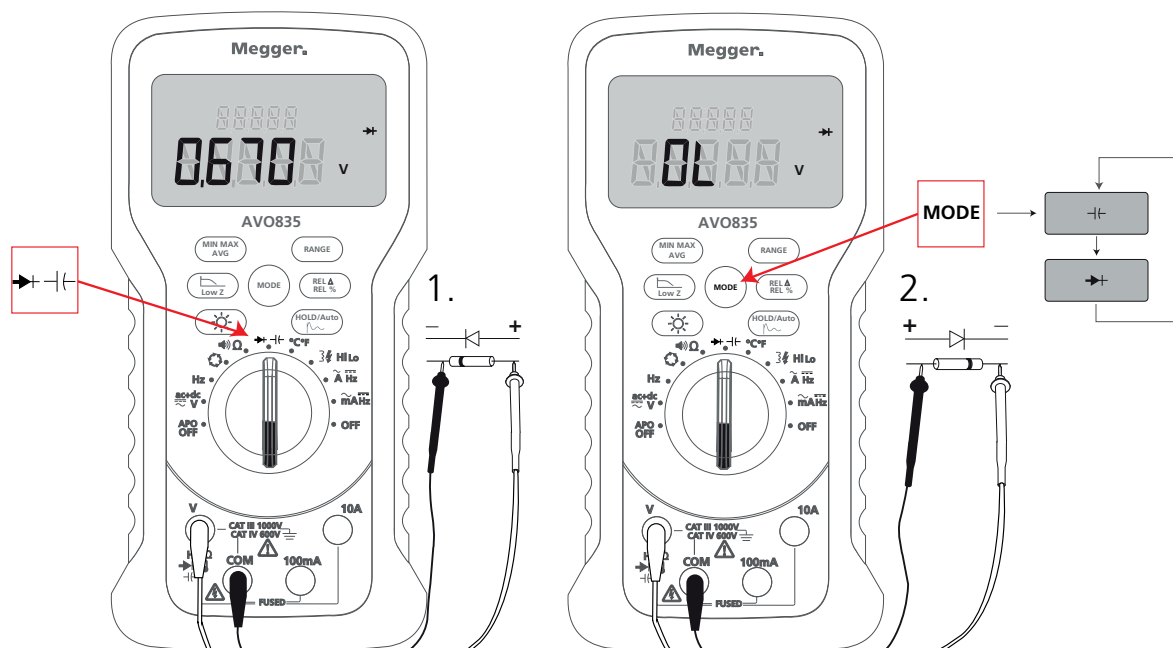

Abb. 7: Einstellen der Diodenprüfung
2. Stellen Sie das Gerät für Durchlassrichtung oder Sperrrichtung gemäß Abb. 7 ein.